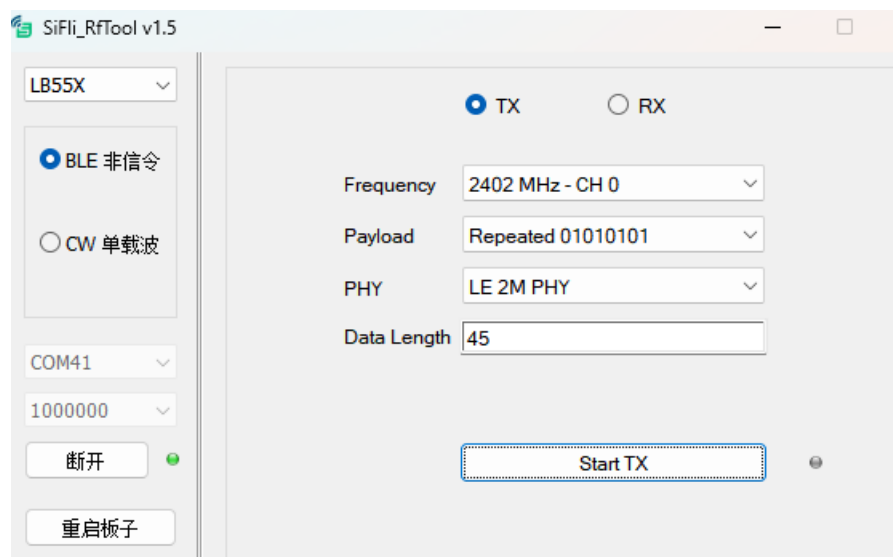

图 2-4
- 如果要测试其他信道，PHY 类型等，须先点击 **Stop TX**，指示灯变成灰色后表示断开，如图 2-4：